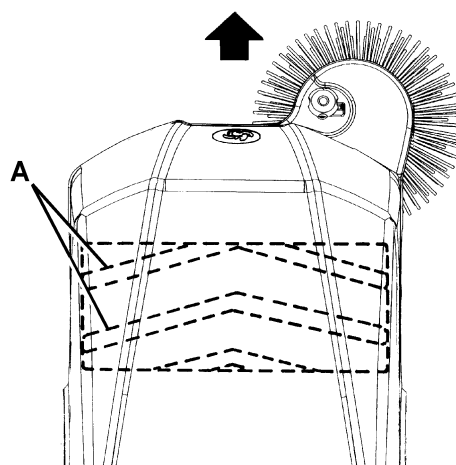

Figure 9
10. Installer le nouveau balai central, en orientant les poils (A, Fig. 9) comme indiqué dans la figure.
- Contrôler que la trace laissée par le balai latéral est, en extension et orientation, comme indiqué dans la figure (A, Fig. 9). Au cas où la trace résulterait différente, procéder au réglage de la hauteur du balai latéral, en opérant comme suit.